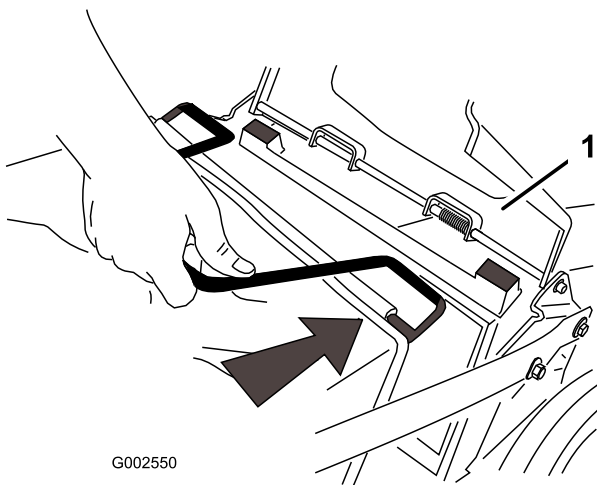

Bild 19
2. Heben Sie die hintere Klappe an und halten Sie sie hoch (Bild 19).